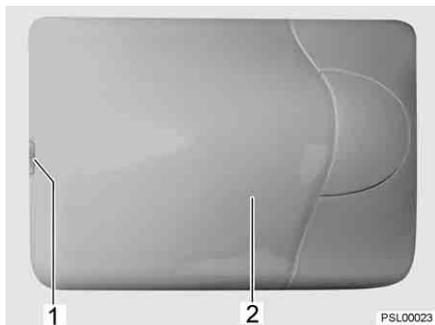

Bild 212 Raumleuchte
- Abdeckung (Bild 212,2) vorsichtig mit einem geeigneten Werkzeug (z. B. Schraubendreher) an der Einkerbung (Bild 212,1) aushebeln und abnehmen.